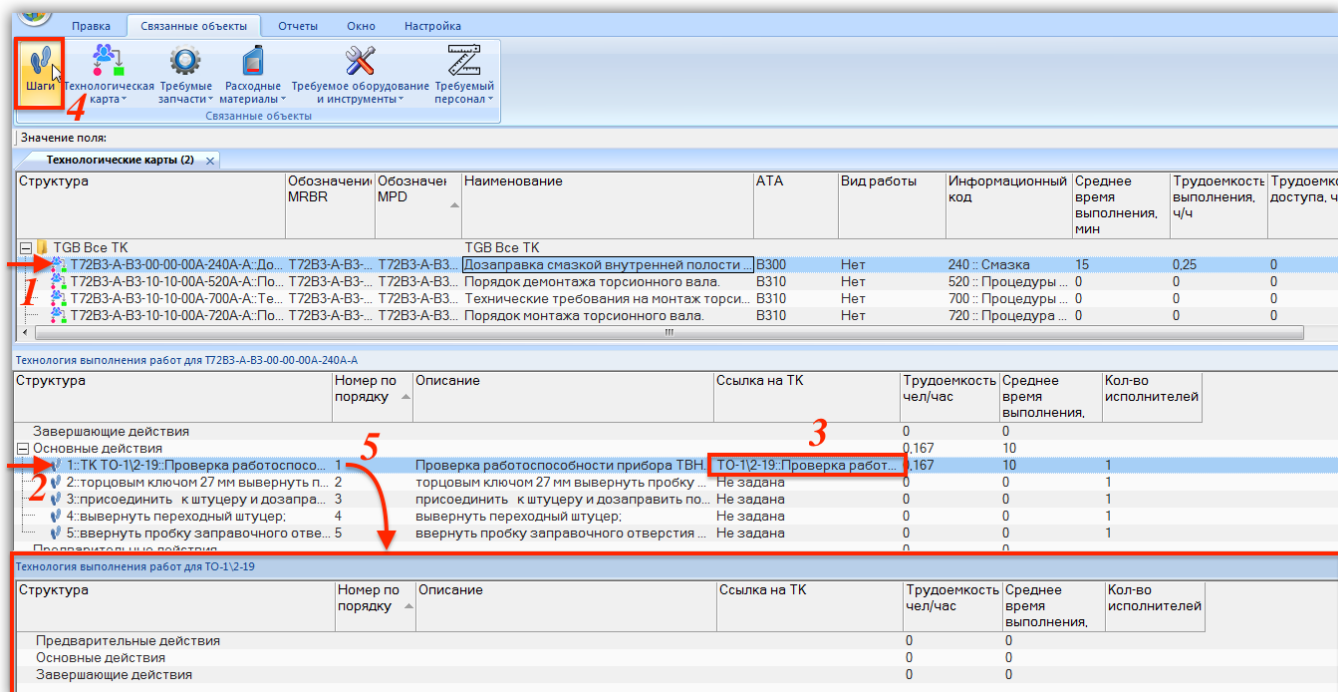

Рис. 17-71 – Шаги технологии техкарты, связанной с шагом исходной техкарты
Для отображения шагов технологии техкарты (3 на рис. 17-71), которая связана с данным шагом, необходимо выделить шаг (2) и нажать кнопку «Шаги» (4) панели «Связанные объекты». Шаги технологии связанной ТК отображаются в окне связанных объектов «Технология выполнения» (5) для выбранного шага технологии.